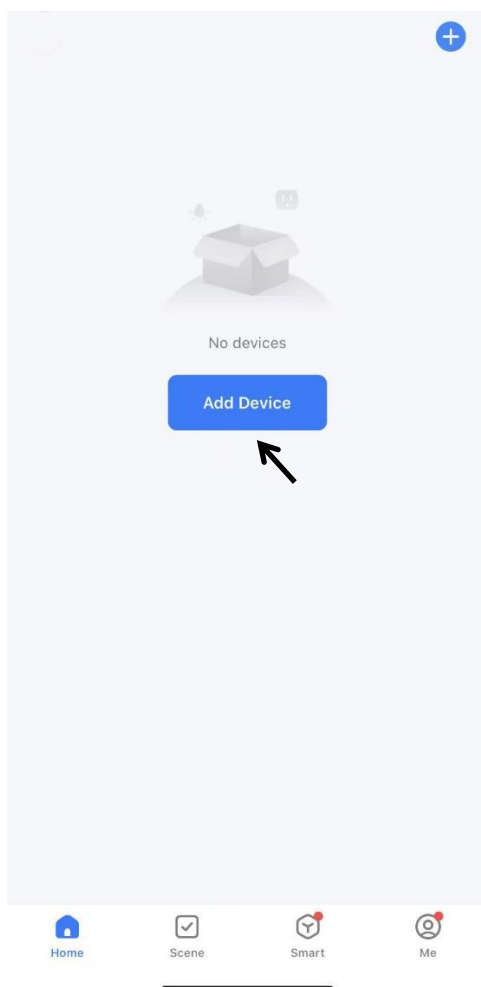

Abb. 1
- Das Gerät muss auf einer ebenen Fläche aufgestellt werden, auf der der Luftauslass nicht blockiert wird. Ein Mindestabstand von 30 cm sollte um das Gerät herum eingehalten werden. (**Abb.1**)
2. Registrieren Sie sich oder melden Sie sich in Ihrem App-Konto an. Tippen Sie oben rechts auf „+“ oder auf die Schaltfläche „Add Device“, um Ihr Gerät hinzuzufügen. (Abb.1)